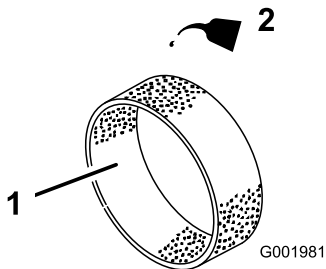

Bild 45
4. Tragen Sie 30 oder 60 ml des Öls auf das Element auf (Bild 45).